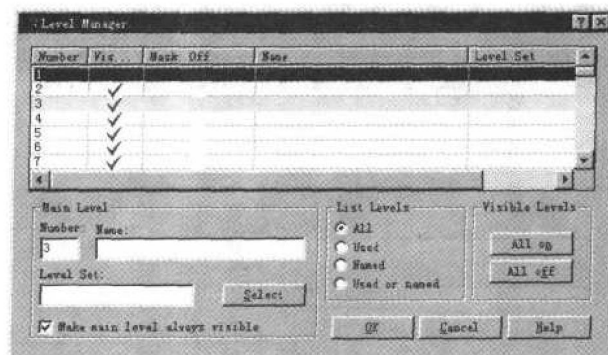
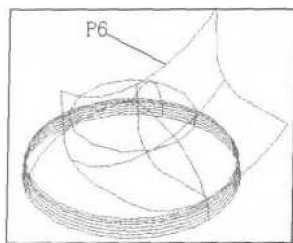

图1-9 图层设定
图1-10 镜像曲面选择
19. 选择子菜单中的 **Level** 命令，系统弹出如图 1-9 所示的图层设定对话框，打开第 2 层，关闭第 1 层，单击 **OK** 按钮，结果如图 1-10 所示。
23. 命令提示行提示选择要镜像的几何图形，选择如图 1-10 所示曲面 **P6**。